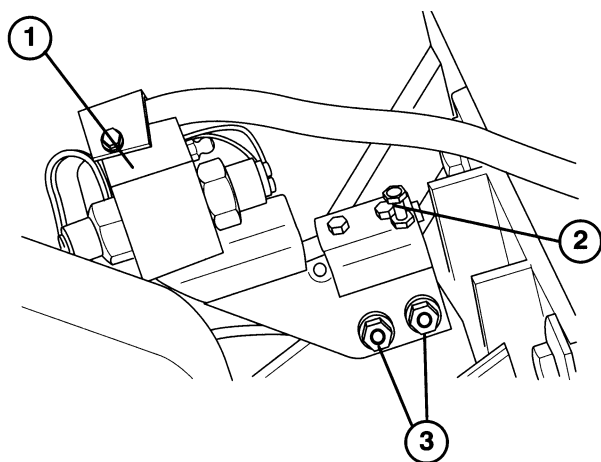

Fig. 15
5. Kontrollér borehovedkontakten (fig. 15) med en kontinuitetstester eller et ohmmeter, og udskift den, hvis den er beskadiget. Kontaktstemplet skal være trykket ned, når borehovedet er i løftet stilling.
- D. Løsn justeringsskruens låsemøtrik og de 2 flangemøtrikker (fig. 15).